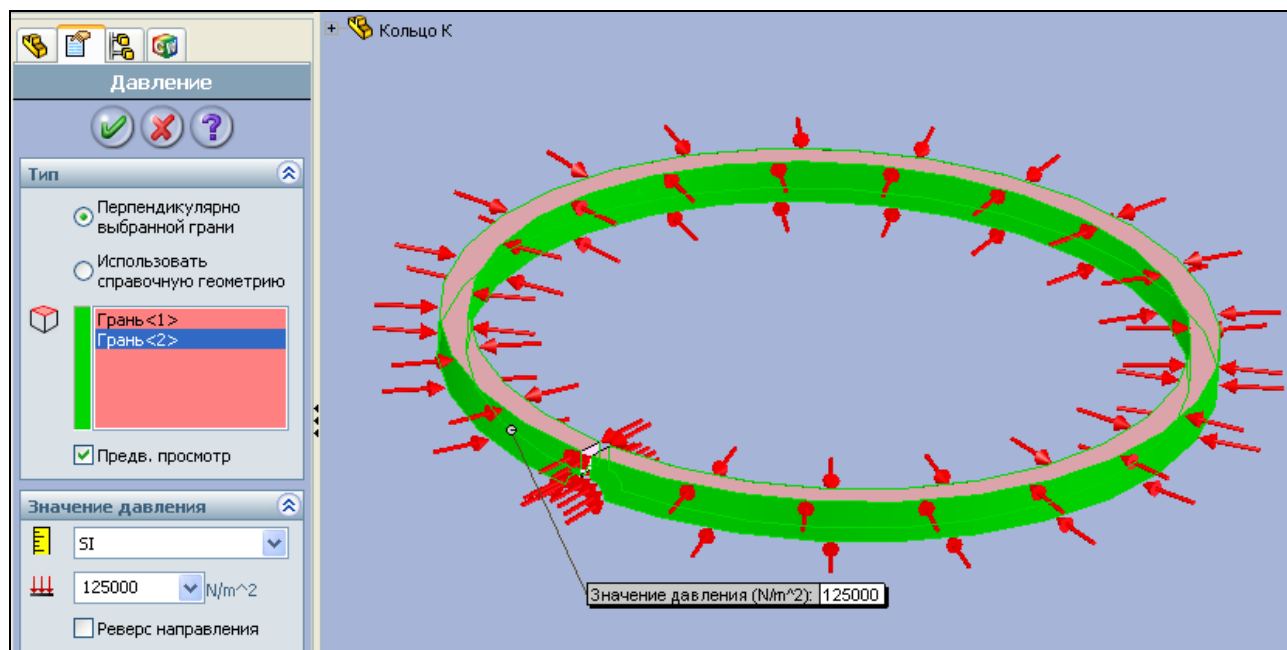

Рис. 4.2. Задание давления упругости и реакции от цилиндра
4. Теперь перейдем к заданию нагрузок. Сначала задайте давление упругости поршневого кольца на стенку цилиндра и ее реакцию от стенки (это давление необходимо получить из конструкторского расчета кольца). Для этого воспользуйтесь инструментом, указанным в п. 4 разд. 3.2. Давление задайте на поверхность кольца со стороны цилиндра и на поршневое кольцо изнутри (рис. 4.2).